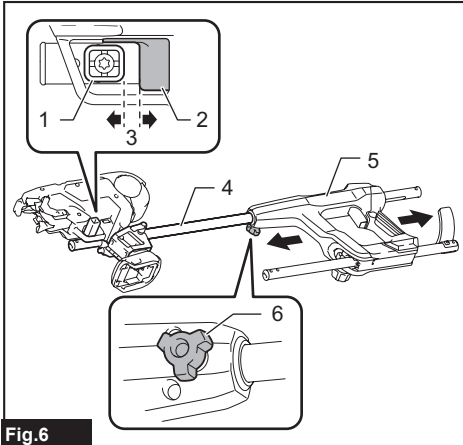

Fig.6
► Fig.6: 1. Lever 2. Switch trigger 3. Gap 4. Arm 5. Housing 6. Clamping screw
► **Fig.6:** 1. Alavanca 2. Gatilho do interruptor 3. Espaço 4. Braço 5. Caixa 6. Parafuso de fixação